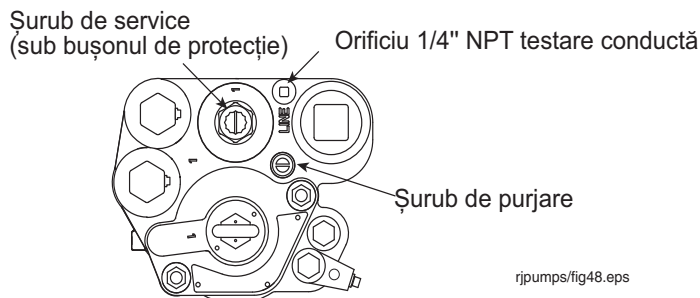

Figura 23. Localizarea orificiului de testare a conductei pompei
- Presiunea poate fi urmărită folosind un manometru atașat la ventilul de impact sau la orificiul de testare a conductei pompei (vezi Figura 23).
2. Scoateți și păstrați bușonul de protecție de pe șurubul de service și rotiți șurubul în sens orar (vezi Figura 23). Pe măsură ce șurubul se apropie de poziția de jos, veți auzi cum sistemul se depresurizează. Continuați să rotiți șurubul până la refuz. După ce șurubul este complet coborât, rotiți-l invers cu 4 ture pentru a ridica ventilul de reținere și a lăsa combustibilul să se scurgă din cavitățile hidraulice ale distribuitorului. Continuați să rotiți complet șurubul în sens antiorar. Când șurubul este aproape sus, ventilul de reținere va coborî pe poziție.
3. Scoateți bușonul de la orificiul de testare a conductei (vezi Figura 23) și montați manometrul.
4. Deschideți șurubul de purjare a aerului cu 2 - 3 ture în sens antiorar (vezi Figura 23).
- Scoateți și păstrați bușonul de protecție de pe șurubul de service și rotiți șurubul în sens orar (vezi Figura 23). Pe măsură ce șurubul se apropie de poziția de jos, veți auzi cum sistemul se depresurizează. Continuați să rotiți șurubul până la refuz.